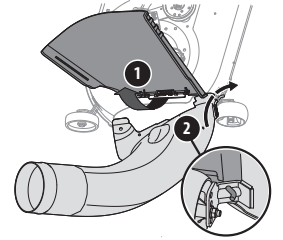

Figura 17
- Con el canal de descarga del tractor elevado y abierto (1), instale el bota colocando la varilla de montaje del bota en el orificio suministrado en la ménsula de las ruedas de la plataforma o la lengüeta de montaje del canal (2), como se ve en la Figura 17.